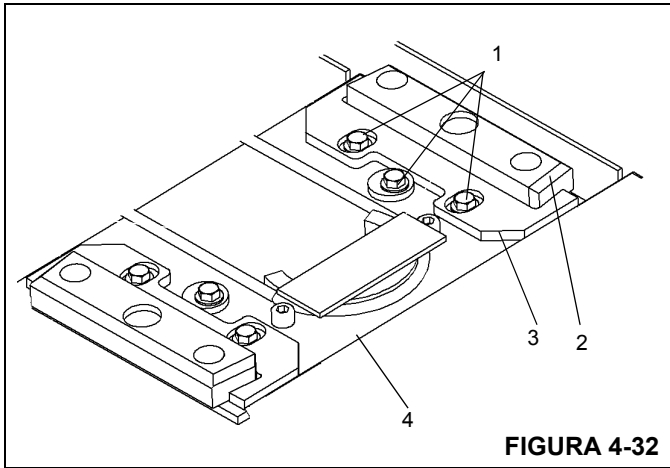

FIGURA 4-32
14. A través del agujero de acceso superior de la sección central interior, coloque las dos almohadillas de desgaste ajustables (2) en la parte superior trasera de la sección central exterior (4). Instale cada sujetador de almohadilla de desgaste (3) y sin apretar instale cada uno con dos pernos y arandelas. Instale las arandelas descentradas, los pernos y las arandelas (1) (Figura 4-32). Utilice las arandelas descentradas para ajustar las almohadillas de desgaste de modo que se encuentren a 1 mm (0.03 pulg) o menos de cada una de las placas laterales de la sección exterior siguiente. Apriete la arandela descentrada y los pernos.